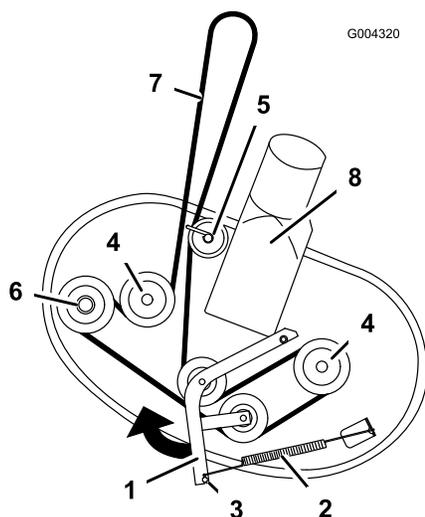

Figura 58
- Allentate il dispositivo di fissaggio che fissa il paracinghia alla puleggia posteriore (Figura 58).
- Tirate il braccio di rinvio nel senso riportato nella Figura 58, e togliete la cinghia dalle pulegge.
- Serrate il dispositivo di fissaggio che fissa il paracinghia alla puleggia posteriore (Figura 58).
- Montate la nuova cinghia attorno alla puleggia del motore ed a quelle del tosaerba (Figura 58). Montate la nuova cinghia sotto il guidacinghia e attorno alla puleggia posteriore.
- Tirate la puleggia tendicinghia nel senso riportato nella Figura 58, e montate la cinghia sul braccio di rinvio e sulle pulegge del mandrino (Figura 58).